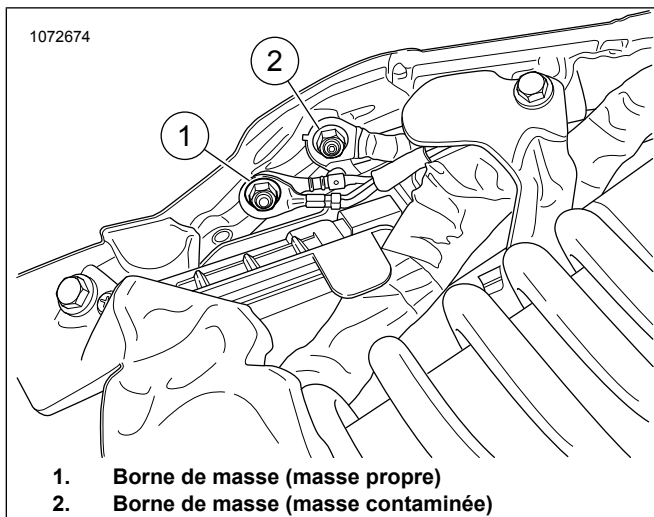

Figure 23. Masse du cadre
Voir Figure 23. Acheminer et connecter le fil de masse ATM à la borne de masse arrière **propre** (1). Serrer à un couple de :